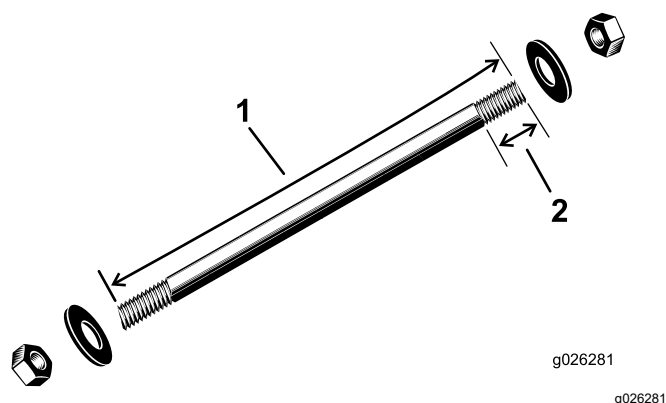
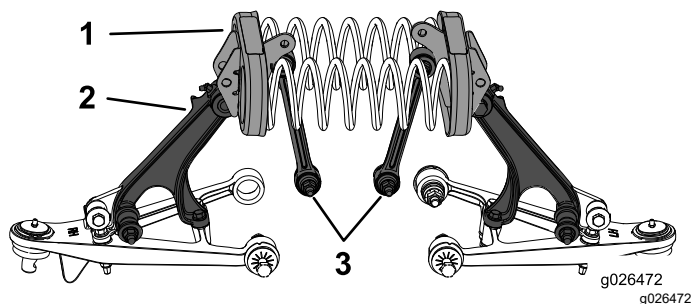

Figura 17
Figura 18
1. Usando una herramienta para muelles de compresión, según lo indicado en **Figura 17**, instale la varilla del muelle de compresión a través de los taladros de cada uno de los soportes del muelle (**Figura 18**).